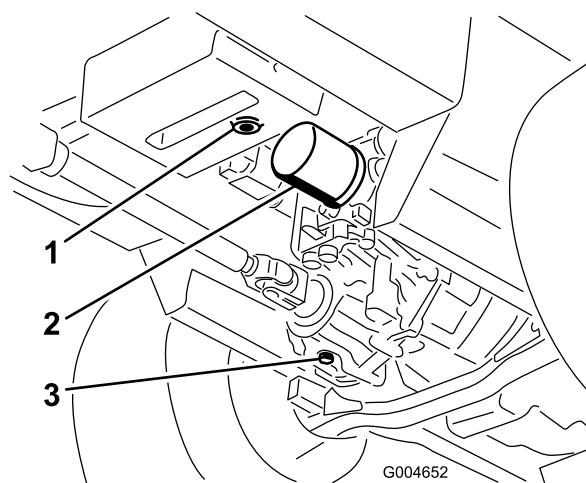

図 67
4. 油圧オイルフィルタの取り付け部周辺をきれいに拭いてフィルタを取り外す(図 67)。
3. 油圧オイルタンクとトランスミッションケースの下にオイルを受ける大型の容器を置き、それぞれのドレンプラグを外してタンク内のオイルを完全に排出、回収する(図 67)。